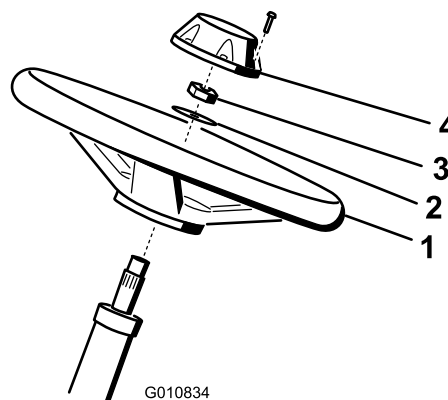

Рисунок 3
1. Наденьте рулевое колесо на рулевой вал (Рисунок 3).
2. Наденьте шайбу на рулевой вал (Рисунок 3).
3. Закрепите рулевое колесо на валу контргайкой и затяните ее с моментом 27-35 Нм **Рисунок 3**
4. Установите крышку рулевого колеса и закрепите ее винтом (**Рисунок 3**).